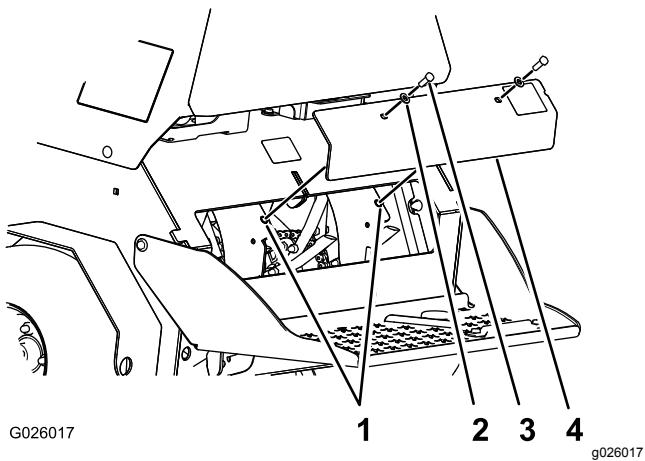

Figure 74
3. Retirez les 2 boulons (3/8 x 1 po) et les 2 rondelles (3/8 po) qui fixent le panneau arrière au châssis, et déposez le panneau (Figure 74).
6. Alignez les trous du panneau arrière et les trous du châssis (Figure 74).
7. Fixez le panneau au châssis au moyen des 2 boulons et des 2 rondelles (Figure 74) que vous avez retirés à l'opération 3; serrez les boulons à un couple de 37 à 45 N·m (27 à 33 po-lb)